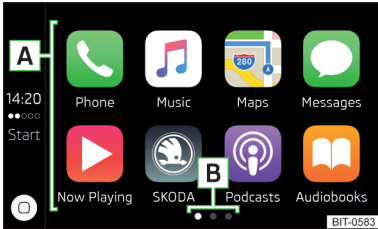

Abb. 212
- ▶ Im Hauptmenü Apple CarPlay die gewünschte Anwendung im Bereich **A** » Abb. 212 auswählen.